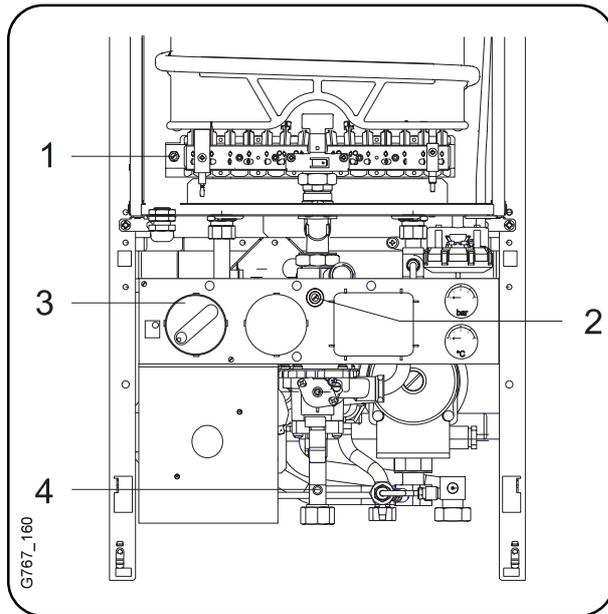

Fig. 15
2. Desenroscar el tornillo de cierre (pos. 1, fig. 15), y conectar el manómetro de columna de agua.
4. Colocar el regulador (pos. 3, fig. 15) a pos. "7".
5. Tomar la presión de boquilla indicada para la potencia seleccionada de la tabla 2 pag. 11, teniendo en cuenta el tipo de aparato. Regular la presión de boquilla, por medio del tornillo de regulación de gas (pos. 2, fig. 15), en izquierda mas gas, en derecha menos gas.
6. Cerrar la llave de paso de gas, quitar el manómetro de columna de agua y apretar el tornillo (pos. 1, fig. 15).
7. Soltar el tornillo de cierre (pos. 4, fig. 15), y conectar el manómetro de columna de agua en la toma de medición.
8. Abrir la llave de paso de gas y poner en funcionamiento el aparato. Colocar el regulador (pos. 3, fig. 15) en posición "7".
11. Cerrar la llave de paso de gas, desmontar el manómetro de columna de agua y atornillar fuertemente el tornillo junta (pos. 4, fig. 15).
3. Colocar regulador (pos. 3, fig. 15) en pos. "7".
4. Tomar el caudal de gas (l/min.) indicado para "la potencia exigida" de la tabla 4 pag. 14. Regular el caudal de gas mediante el contador en el tornillo de regulación de gas (pos. 2, fig. 15). En izquierda más y en derecha menos gas.
6. Quitar el tornillo de junta (pos. 4, fig. 15), y conectar el manómetro de columna de agua en la toma de medición.
9. Cerrar la llave de paso de gas, retirar el manómetro de columna de agua y apretar fijamente el tornillo junta (pos. 4, fig. 15).
11. Cerrar la llave de paso de gas, retirar el manómetro de columna de agua y apretar el tornillo junta (pos. 4, fig. 15).